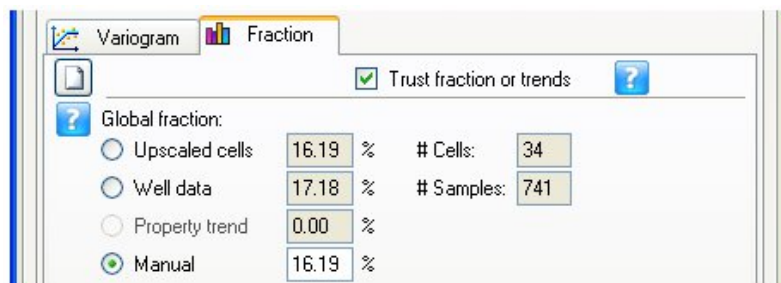

Рисунок 18. Окно Global fraction
- *Global fraction (доля фаций)* – доля этой фации в перемасштабированных каротажных данных (рис. 18). Пользователь может вручную изменить объемную долю для каждой фации. Значения по умолчанию пропорциональны фациям в перемасштабированных каротажных данных.